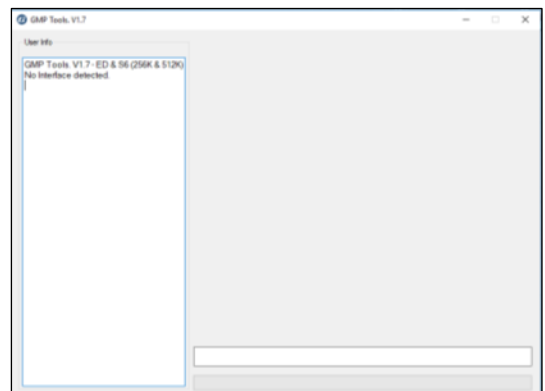

Fig. 2.7
- En el escritorio aparecerá el icono del programa GMPTools. Para ejecutar el programa, haga doble clic en el icono y se abrirá el programa (Fig. 2.7).